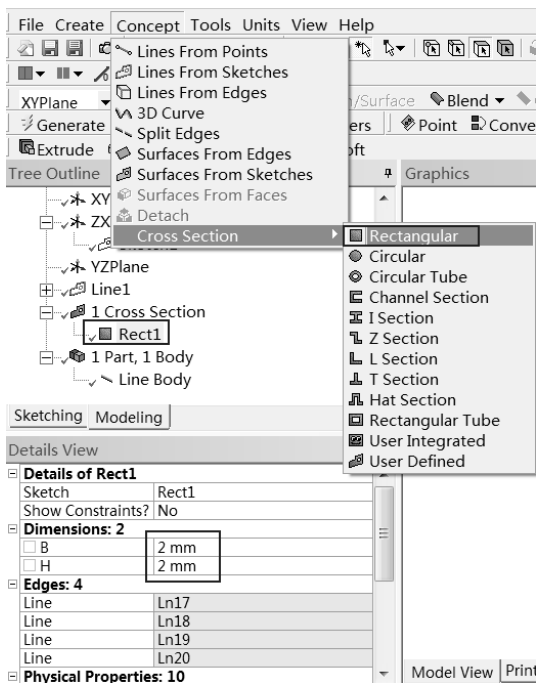

图 2-107 截面特性定义
Step11 :选择 Concept Cross Section Rectangular 命令 ,如图 2-107 所示 ,在 Details View 面板的 Dimensions:2 下面的 B 栏中输入 2mm ,在 H 栏中输入 2mm ,并按 Enter 键确定输入。